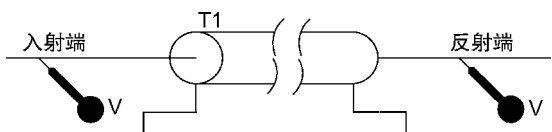

图 17.8 放置电压探针
4. 如图 17.8 所示，在入射和反射节点放置电压探针，然后对电路运行仿真分析。